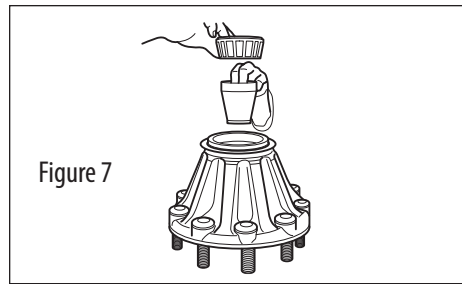

Figure 7
2. Pour les moyeux directionnel, installez l'espaceur tubulaire de roulement avec l'extrémité cintrée vers le bas (voir figure 7).